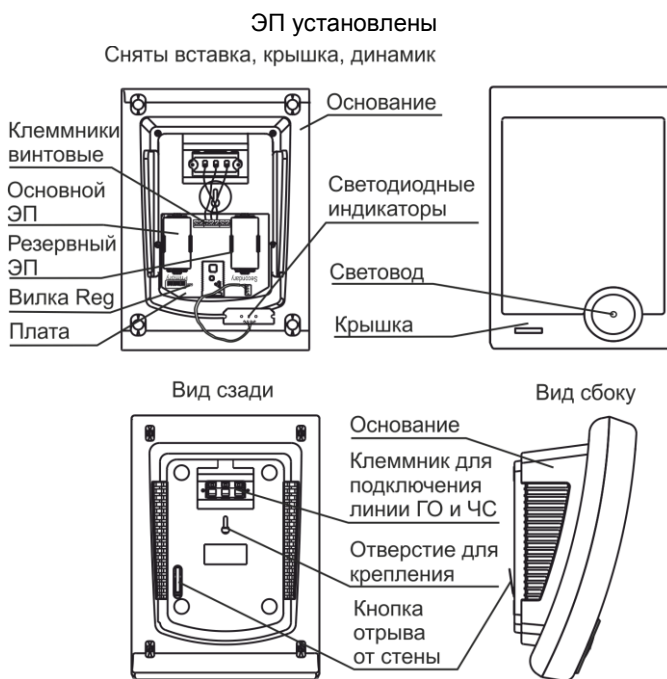

Рисунок 2
**4.1** Конструктивно ОПР выполнен в виде блока со съемной крышкой. Внутри блока находится динамик, печатная плата с радиоэлементами и ЭП (рисунок 2).